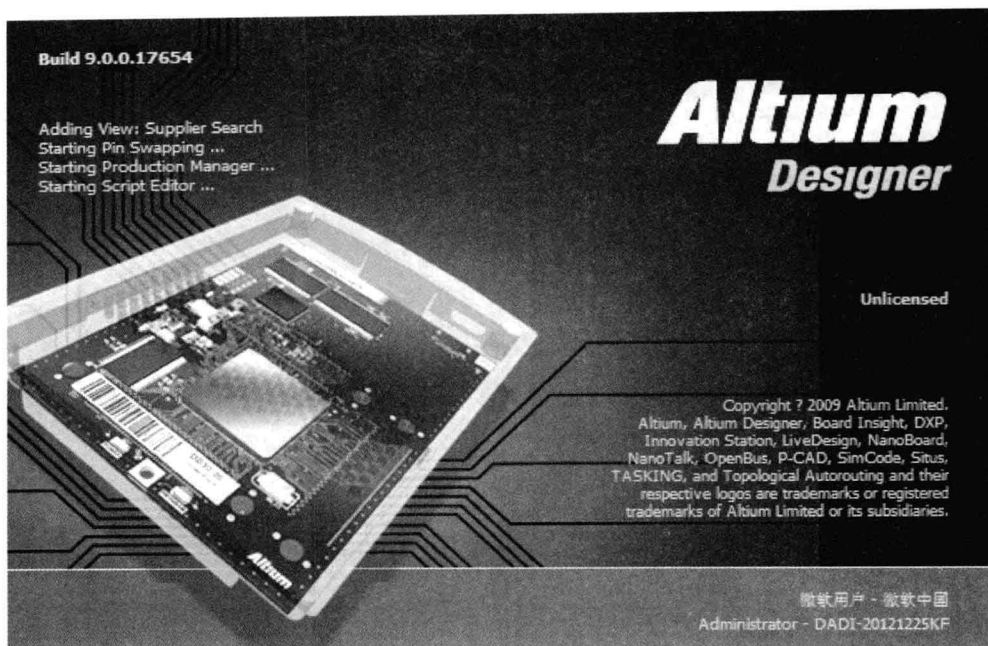

图 1-3 加载软件的启动界面
(1) 可以在“开始”菜单，“程序”中找到 Altium Designer 9.0，双击打开，即可启动这个软件。
(2) 软件启动后，会加载这个软件，图 1-3 所示是正在加载 Altium Designer 9.0，图中出现了这个软件的版本号是 9.0.0.17654，加载完成后，会进入软件的初始界面。